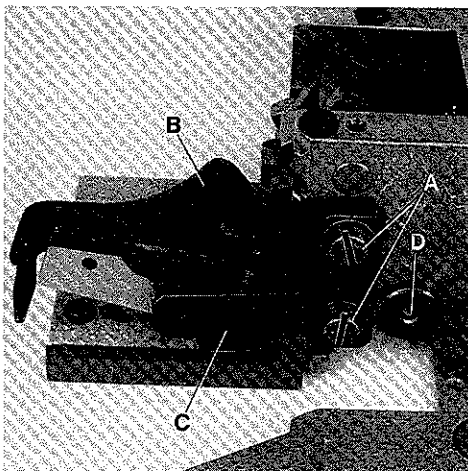
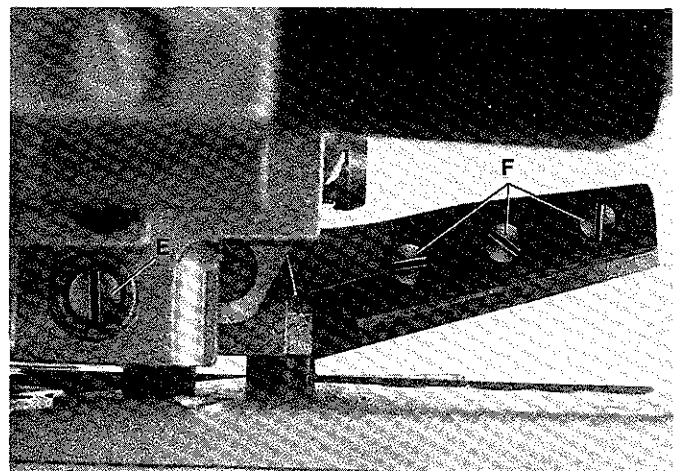
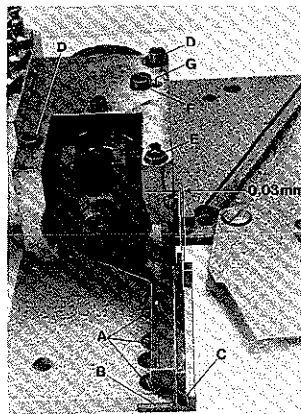

Fig.63
Fig.64
Fig. 66
Loosen screws (A, Fig. 63) and remove the two finger guards (B and C). Loosen screw (D, Figs. 63 and 65) and turn screw (E, Figs. 64 and 65) a few revolutions counterclockwise until the pressure of upper knife against lower knife is released.
Remove the three knife fastening screws (A, Fig. 66) and replace the lower knife. The cutting edge of lower knife should be flush with the top surface of cloth plate. When assembling a new lower knife two shims (B, Fig. 66) each 0,4 mm (1/64 in.) thick, have to be placed between lower knife and cloth plate. When assembling a resharpened knife one or both shims have to be removed, according to the stock removed while grinding, in order to have the lower knife cutting edge flush with cloth plate top surface. Tighten knife fastening screws.
Release pressure of upper knife against lower knife as described in paragraph "REPLACING THE LOWER KNIFE". Remove the three upper knife fastening screws (F, Fig. 64) and replace the upper knife.
Lösen Sie die Schrauben (A, Fig. 63) und entfernen Sie die beiden Fingerschutzteile (B und C). Lösen Sie die Schraube (D, Fig. 63 und 65) und drehen die Schraube (E, Fig. 64 und 65) einigemal im Gegenuhreiser Sinn bis das Obermesser nicht mehr gegen das Untermesser drückt.
Entfernen Sie die drei Messerbefestigungsschrauben (A, Fig. 66) und tauschen Sie das Untermesser aus. Die Schneide des Untermessers muß auf gleicher Höhe mit der Stoffplattenoberfläche stehen. Beim Einbau eines neuen Untermessers werden zwei je 0,4 mm dicke Unterlegbleche (B, Fig. 66) zwischen Untermesser und Stoffplatte gelegt. Beim Einbau nachgeschärfter Messer müssen, entsprechend dem abgeschliffenen Material, ein oder beide Unterlegbleche entfernt werden, damit die Untermesserschneide auf gleicher Höhe mit der Stoffplattenoberfläche ist. Ziehen Sie die Messerbefestigungsschrauben an.
Nehmen Sie den Druck vom Obermesser wie im Absatz "AUSWECHSELN DES UNTERMESSERS" beschrieben. Entfernen Sie die drei Obermesser-Befestigungsschrauben (F, Fig. 64) und tauschen Sie das Obermesser aus.
Retighten screws (F). Press upper knife lever with upper knife in its down position. Cutting edges of upper and lower knife should overlap approx. 0,5 mm (.020 in.) at the knife tips (C, Fig. 66). For this adjustment, the upper knife fastening screws (F, Fig. 64) can be relocated a little bit up or down in the holes of the upper knife lever.
Release pressure of upper knife against lower knife as described in paragraph "REPLACING THE LOWER KNIFE". Loosen screws (D, Fig. 66) slightly, and keep screw (E) securely tightened. Press upper knife lever in its down position.
Remove screw (F, Fig. 66) and rotate eccentric rod (G) so that the upper and lower knife contact each other at the knife tips (C), and at the lower knife pilot arises a distance of 0,03 mm (.0012 in.) (see Fig. 66).
Make sure that eccentric rod (G, Fig. 66) does not turn while tightening screws (D) and turning in screw (F).
Turn screw (E, Figs. 64 and 65) clockwise until the upper knife exerts a markable pressure against lower knife. Lock screw (E, Figs. 64 and 65) with screw (D) and make cutting tests with air pressure. If required, the upper knife pressure should be slightly increased or the shear angle slightly enlarged.
Ziehen Sie die Befestigungsschrauben (F) wieder an. Drücken Sie den Obermesserhebel mit dem Obermesser in die untere Stellung. Ober- und Untermesser sollen sich an den Messerspitzen (C, Fig. 66) etwa 0,5 mm überlappen. Die Obermesser-Befestigungsschrauben (F, Fig. 64) lassen sich für diese Einstellung in den Bohrungen etwas nach oben oder unten verlagern.
Lösen Sie die Schrauben (D, Fig. 66) leicht, die Schraube (E) muß fest angezogen bleiben. Drücken Sie den Obermesserhebel in die unterste Stellung.
Entfernen Sie die Schraube (F, Fig. 66) und drehen Sie den Exzenterbolzen (G) so, daß sich Ober- und Untermesser an der Spitze (C) berühren und am Untermesser-Führungszapfen ein Abstand von etwa 0,03 mm entsteht (siehe Fig. 66). Ziehen Sie die beiden Schrauben (D) wieder an und schrauben Sie die Schraube (F) wieder an.
Achten Sie darauf, daß sich der Exzenterbolzen (G, Fig. 66) beim Anziehen der Schrauben (D) und Einschrauben der Schraube (F) nicht verdreht.
Drehen Sie die Schraube (E, Fig. 64 und 65) im Uhrzeigersinn bis das Obermesser einen gut spürbaren Druck gegen das Untermesser ausübt. Kontern Sie die Schraube (E, Fig. 64 und 65) mit der Schraube (D) und machen Sie Schneidproben mit Druckluftantrieb. Bei Bedarf muß der Obermesserdruck etwas erhöht oder der Scherwinkel etwas vergrößert werden.